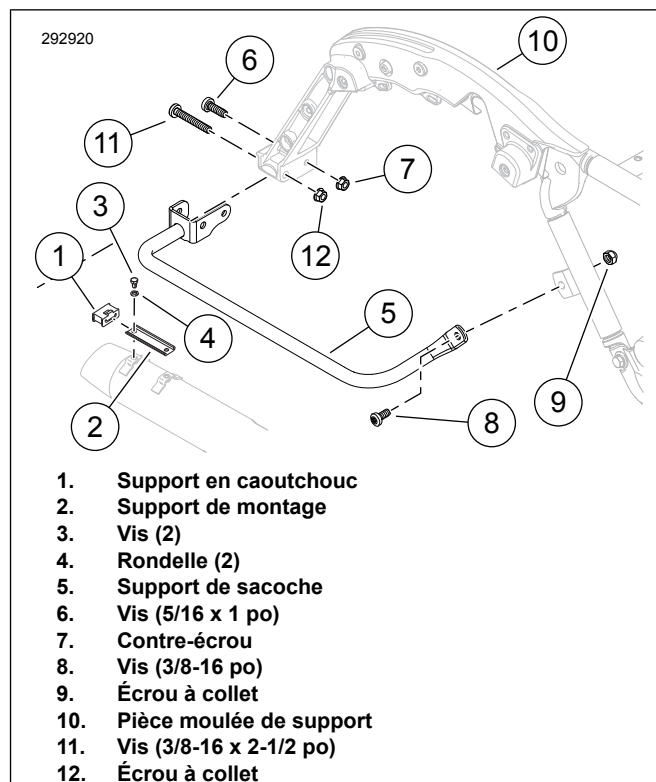

Figure 3. Support de montage du support
1. Voir la figure 3. Déposer les deux supports de sacoche (5).
- a. Déposer et conserver les vis (3), les rondelles (4), le support de montage (2) et le support en caoutchouc (1).
- b. Retirer la vis (6) et le cache-écrou (7). Conserver la vis (6).
- c. Retirer la vis (8) et l'écrou à bride (9). Conserver la vis (8).
- d. Retirer la vis (11) et l'écrou à bride (12). Conserver la vis (11).